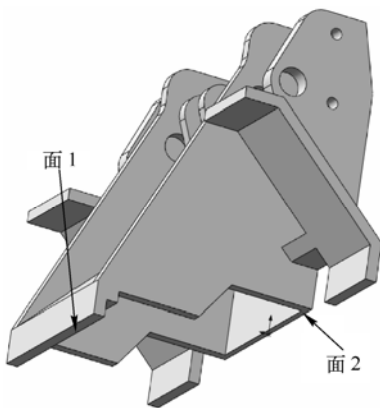
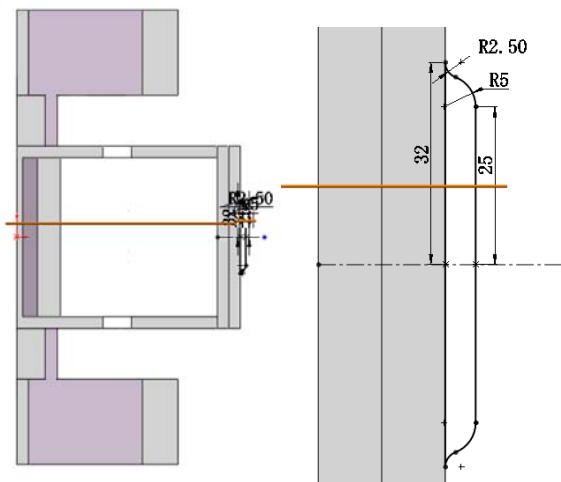
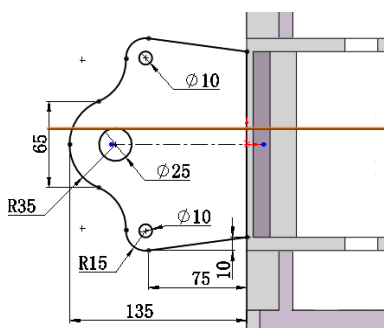

图 13-183 选择拉伸面 1
图 13-184 绘制草图 9
图 13-187 绘制草图 10
(27) 绘制草图 9。在视图中用鼠标选择如图 13-183 所示的面 1 作为绘制图形的基准面。单击“草图”工具栏中的（中心线）按钮、（直线）按钮、（切线弧）按钮和（镜像）按钮，绘制并标注草图如图 13-184 所示。
(29) 绘制草图 10。在视图中用鼠标选择如图 13-183 所示的面 2 作为绘制图形的基准面。单击“草图”工具栏中的 (中心线) 按钮、 (直线) 按钮、 (切线弧) 按钮、 (镜像) 按钮和 (圆) 按钮，绘制并标注草图如图 13-187 所示。